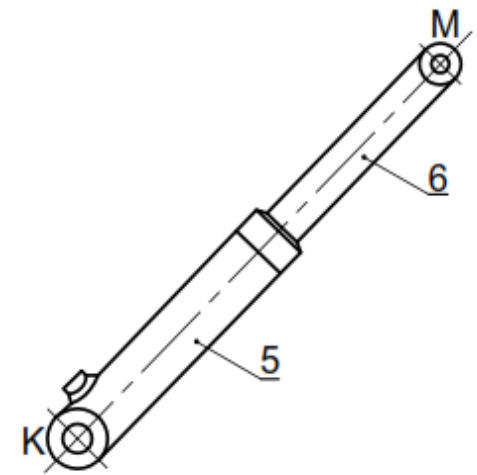

Figure 3
3.2. Isoler le vérin **(5+6)**, faire le bilan des actions mécaniques et conclure (figure 3).